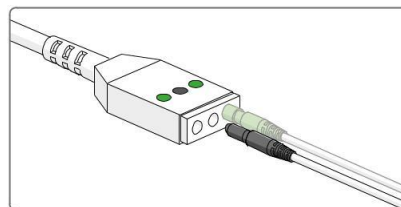

Figura 20. Collegare l’elettrodo dispersivo al cavo principale
5. Collegare l’elettrodo dispersivo al cavo principale: inserire la spina nera del cavo nel connettore del cavo principale contraddistinto da un punto nero (v. *Figura 20*).